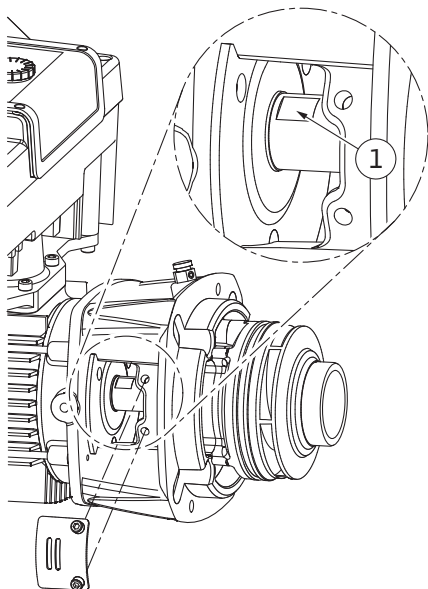

Fig. 106: Võtmepinnad võllil
14. Asetage otsvõti (suurus 22 mm) distantsääriku avasse ja hoidke võtmepindadega võlli kinni (Fig. 106, pos 1). Keerake tööratas mutter välja (Fig. I, pos. 22). Tööratas (Fig. I, pos. 21) tõmmatakse automaatselt võllilt maha.
15. Demonteerige vaheseib (Fig. I, pos. 20).
3. Asetage otsvõti (suurus 22 mm) distantsääriku avasse ja hoidke võtmepindadega võlli kinni (Fig. 106, pos 1).
10. Asetage otsvõti (suurus 32 mm) distantsääriku avasse (Fig. IV, pos. 38) ja hoidke võtmevõtmepindadega võlli kinni (Fig. 106, pos 1). Paigaldage alusseibi(de)ga tööratas ja mutter. Pingutage mutter. Vältige viltu keeramisest tulenevat võllitihendi kahjustamist.
11. Puhastage distantsääriku soon ja asetage sisse uus rõngastihend (Fig. III, pos 19).